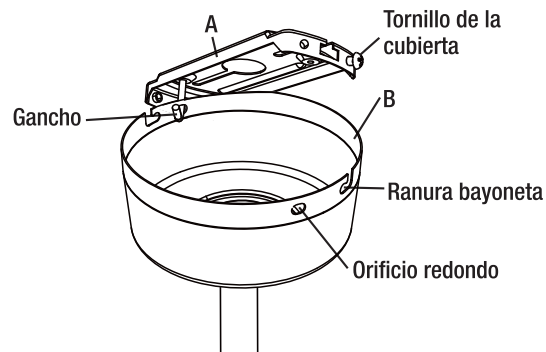

Figura 9
- Antes de realizar cualquier conexión eléctrica, enganche uno de los orificios para tornillos de la campana del techo (B) con el gancho de la soporte de montaje (A) para que cuelgue (Figura 9).